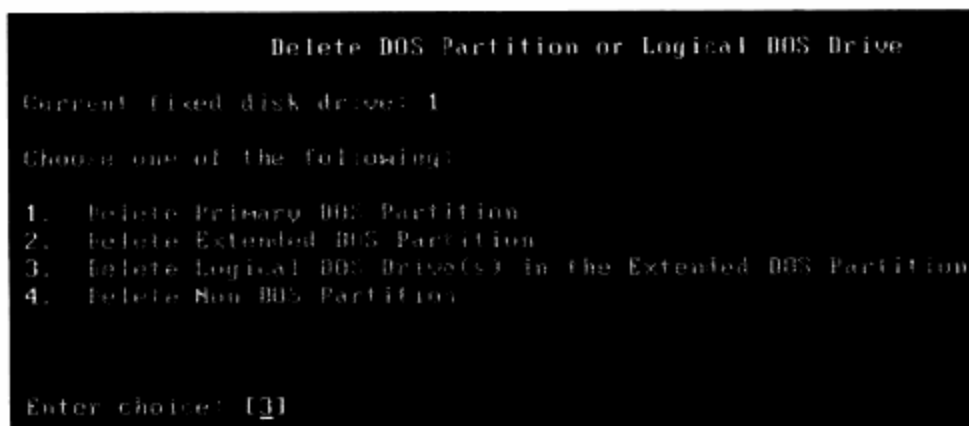

图4-38 删除分区界面
**步骤 02** 除非安装了非Windows的操作系统，否则一般不会产生非DOS分区。所以在此要输入数字3，如图4-38所示。